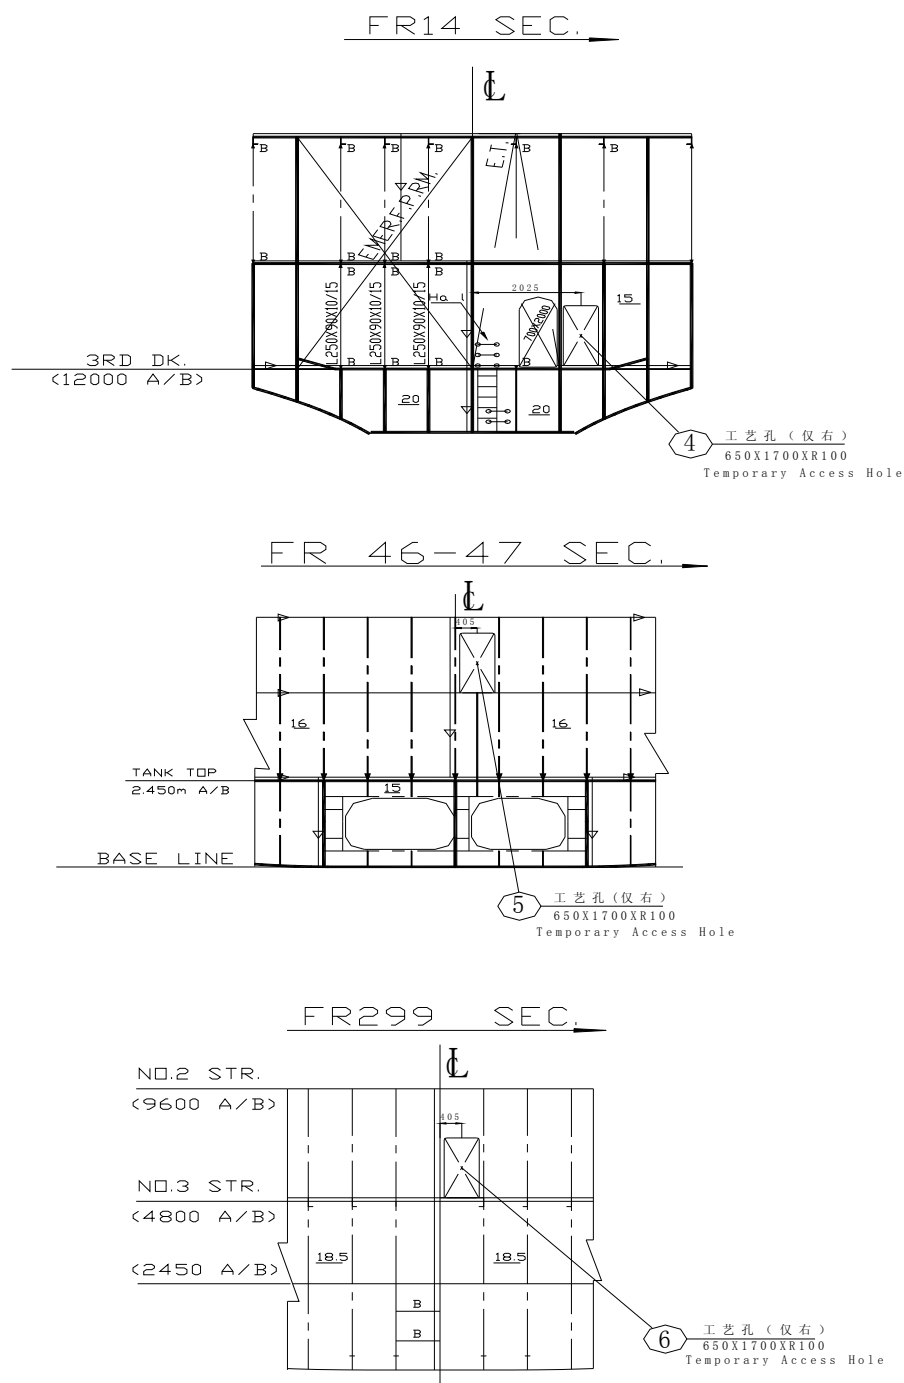

图 A.4 横舱壁船体临时通道及工艺孔布置详图
5.4 横舱壁工艺孔临时通道及布置详图。参见附录 A 中图 A.4。
- 图 A.4 横舱壁船体临时通道及工艺孔布置详图。